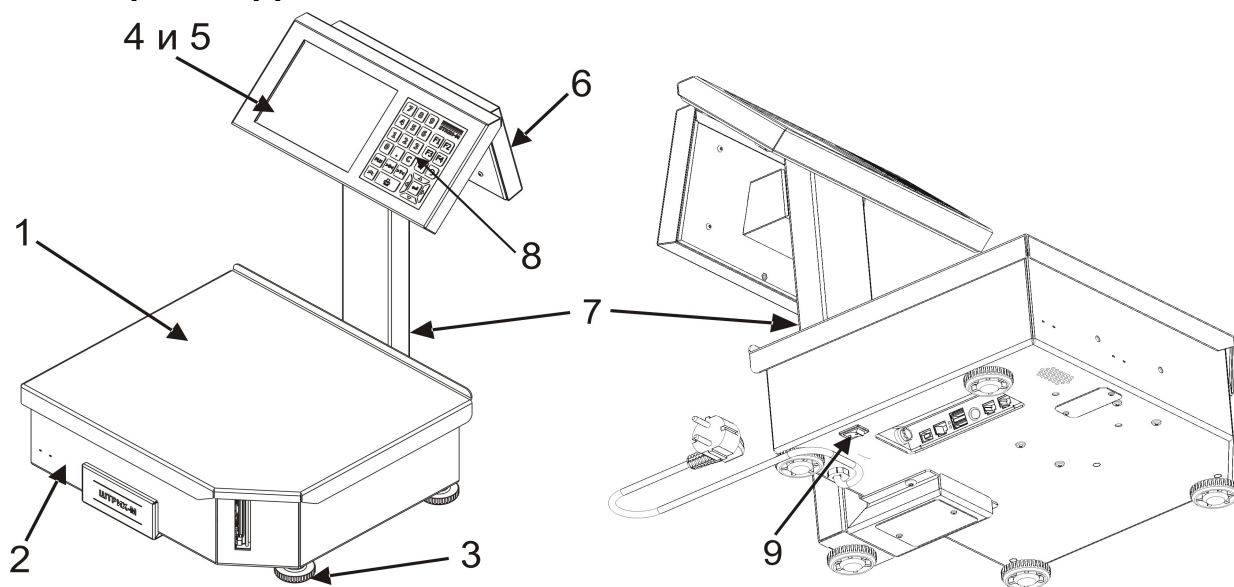
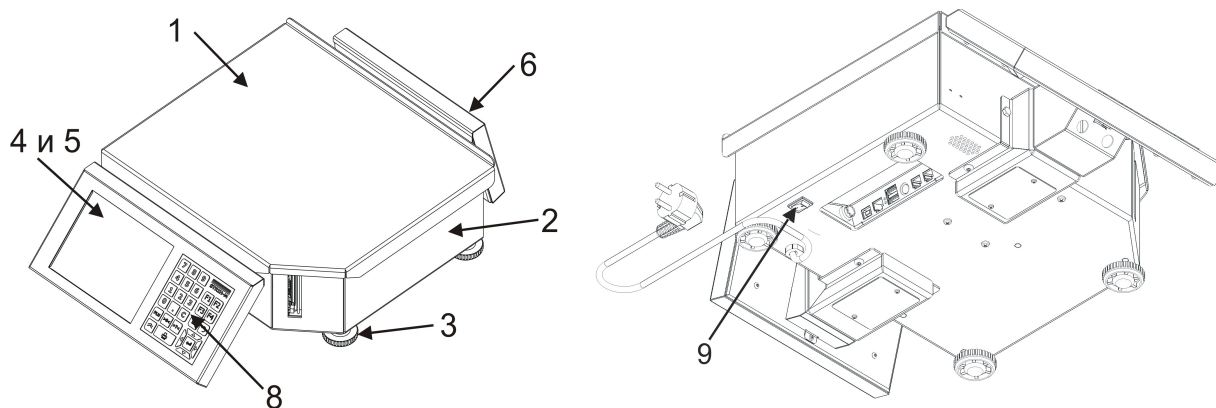
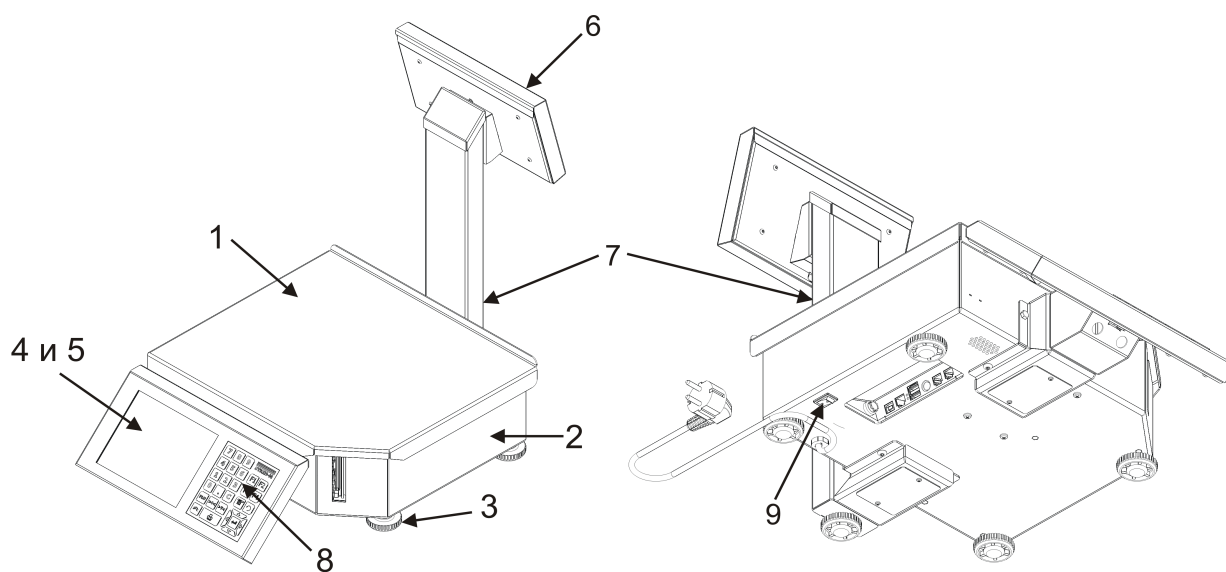
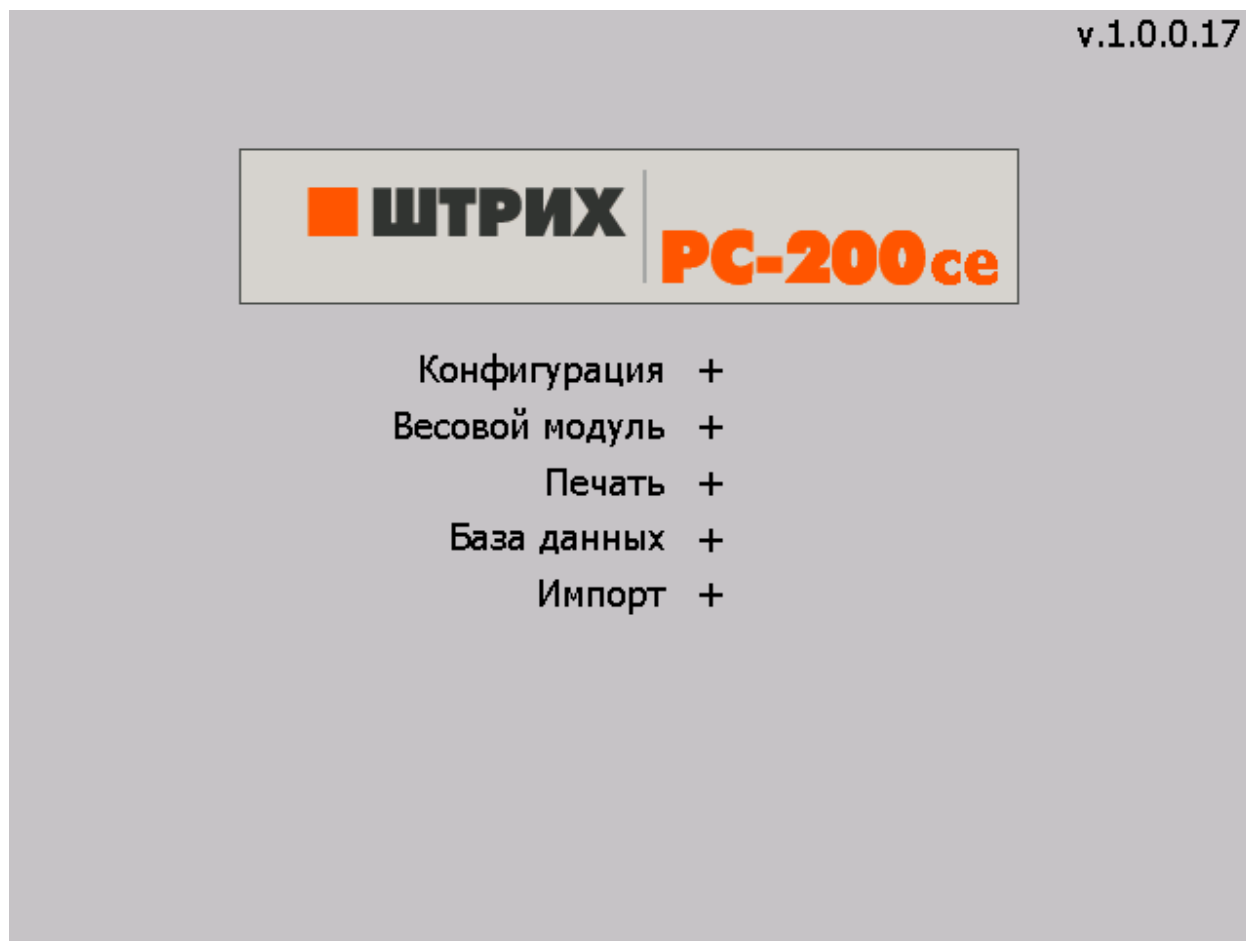

Рис. 1
Рис. 2
Рис. 3
Рис. 6
На Рис. 1 изображено конструктивное исполнение *весов* Штрих РС-200 15-2.5 С7В-М7В, которое имеет два дисплея, расположенных на стойке (7).
На Рис. 2 изображено конструктивное исполнение *весов* Штрих РС-200 15-2.5 С7Н- М7Н, которое не имеет стойки, мониторы крепятся на корпусе.
На Рис. 3 изображено конструктивное исполнение *весов* Штрих РС-200 15-2.5 С7Н- М7В, *монитор покупателя* (6) располагается на стойке, *монитор оператора* (4) установлен на корпусе без стойки.
На Рис. 1, Рис. 2, Рис. 3 отображены основные составляющие части *весов* Штрих РС-200СЕ в сборе, где:
Подключите *весы* к электрической сети переменного тока $220\text{В} \pm 20\text{В}$, 50Гц. Убедитесь, что электрическая сеть соответствует требованиям, указанным в руководстве по эксплуатации *весов*. Включите тумблер блока питания, см. Рис. 1, Рис. 2, Рис. 3. (9) После включения *весов* и загрузки ОС на экране *оператора* отобразится окно инициализации программы *весов* Штрих РС-200СЕ см. Рис. 6, с указанием инициализируемых компонент.